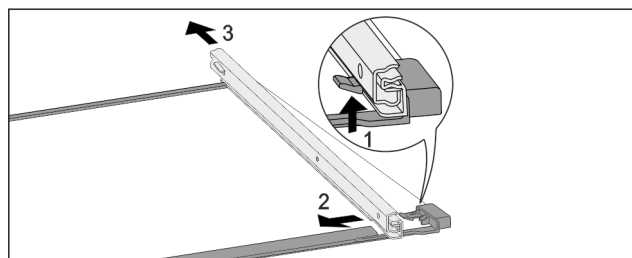

Fig. 198 Glasplatte mit Schienen
- Vorderen Rasthaken nach oben drücken. Fig. 198 (1)
- Auszugsschiene zur Seite Fig. 198 (2) und nach hinten Fig. 198 (3) verschieben.